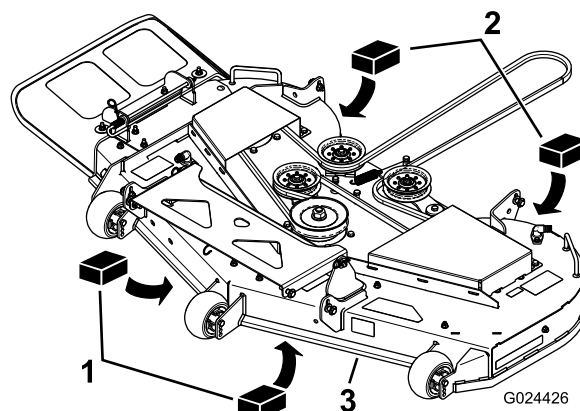

Figura 71
- Posizionate 2 blocchi ciascuno con uno spessore di 6,6 cm sotto ciascun lato del bordo anteriore del piatto di taglio, ma non sotto le staffe del rullo antistrappo (Figura 71).
- Posizionate 2 blocchi ciascuno con uno spessore di 7,3 cm sotto il bordo posteriore della falda del piatto di taglio; 1 su ciascun lato del piatto di taglio (Figura 71).